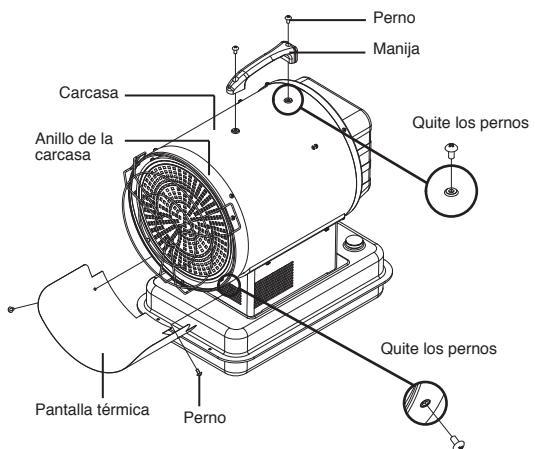

Figura 3. Cómo ensamblar la manija y la pantalla térmica
2. Alinee los orificios de la carcasa con dos orificios de montaje de la manija, como se muestra en la Figura 3.
4. Alinee los orificios del anillo de la carcasa con dos orificios de montaje de la pantalla térmica, como se muestra en la Figura 3.